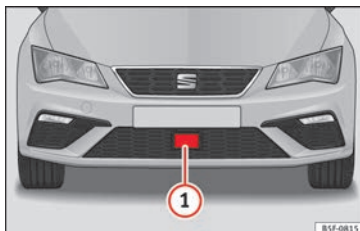

Fig. 212 Au niveau du pare-chocs avant : capteur radar.
Un capteur radar est monté dans le pare-chocs avant pour détecter la situation de la circulation fig. 212 ①.